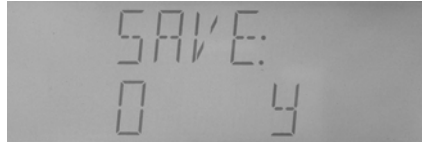

图 4—27 文件操作功能页面
2. 按下【文件】键进入文件功能操作界面，仪器首先显示当前正在使用的文件号，如果没有使用任何文件则调用缺省设置，文件号为 0。如图 4—27 所示。